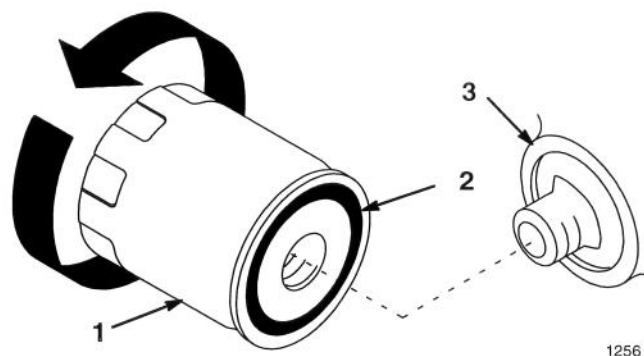

Abbildung 20
2. Den alten Filter herausnehmen und die Dichtungsfläche des Filteradapters abwischen (Abb. 20).
3. Eine dünne Schicht neues Öl auf die Gummidichtung am Austauschfilter geben (Abb. 20).
4. Den Austausch-ÖlfILTER am Filteradapter anbringen. Den ÖlfILTER im Uhrzeigersinn drehen, bis die Gummidichtung den Filteradapter berührt. Dann den Filter um eine weitere 1/2 Umdrehung anziehen (Abb. 20).